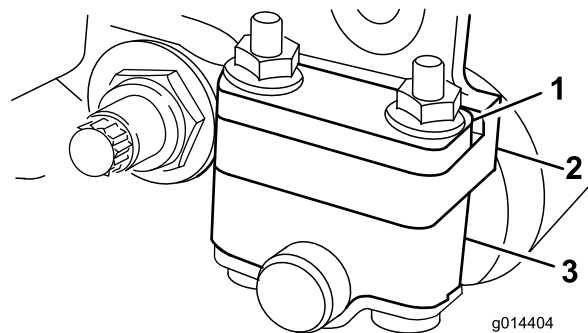
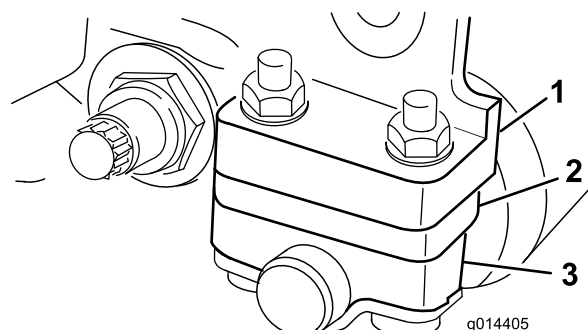

Figura 6
Figura 7
1. Ajuste los soportes del rodillo trasero (Figura 6 o Figura 7) a la posición superior o inferior, dependiendo del intervalo de alturas de corte deseado.
Coloque el espaciador encima de la brida de montaje de la chapa lateral (ajuste de fábrica) para obtener un intervalo de alturas de corte de 1,6 a 6 mm (Figura 6).
Coloque el espaciador debajo de la brida de montaje de la chapa lateral para alturas de corte de 3 a 25 mm (Figura 7).